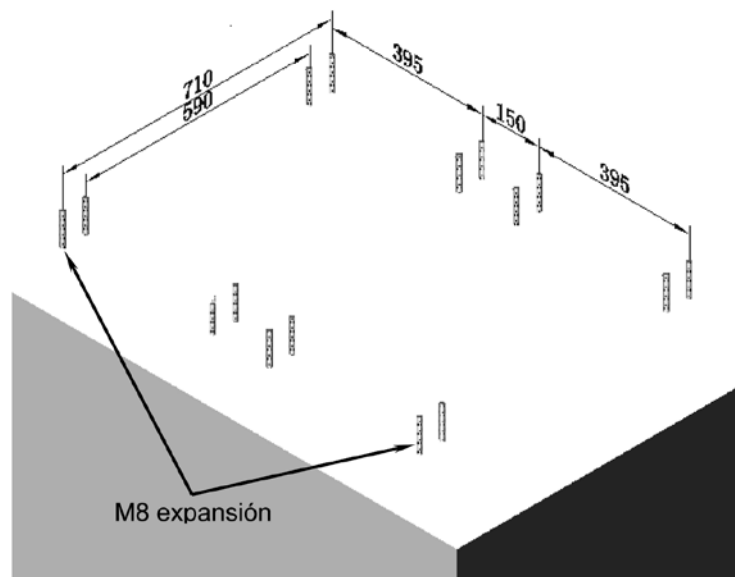

Fig. 4-14 Dimensiones de instalación en el suelo
3. Elija y prepare el sitio de instalación. Coloque 16 tornillos de expansión M8 al suelo. Las separaciones entre los tornillos se muestran abajo en la Fig. 4-14. La altura expuesta de los tornillos de expansión debe ser aproximadamente 50 mm.